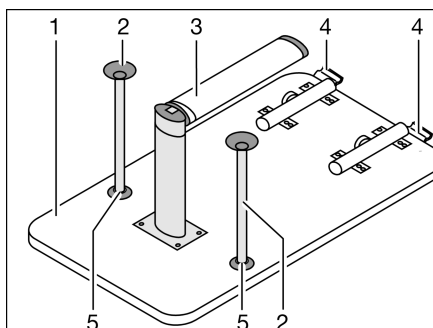

Bild 93 Sängbotten
- Lyft upp bordsskivan (Bild 93,1) ca 45° fram till.
- Fäll upp den nedre delen av det ledade stödbenet (Bild 93,3) 90°. Dra då, beroende på modell den nedre delen av det ledade stödbenet nedåt eller tryck på låsknappen.
- Tryck på låsknappen på låset (Bild 93,4).
- Sätt, beroende på modell, in de två extra stödbenen (Bild 93,2) i fästena (Bild 93,5) på bordsskivans undersida.